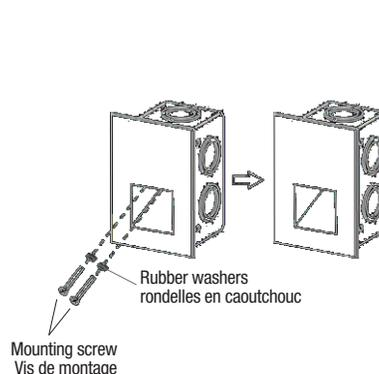

Fig. 1C
3. Install the luminaire to the mounting bracket using the two rubber washers and mounting screws (Fig. 1C).
3. Installer le luminaire sur le support de montage à l'aide des deux rondelles en caoutchouc et des vis de montage (Fig. 1C).